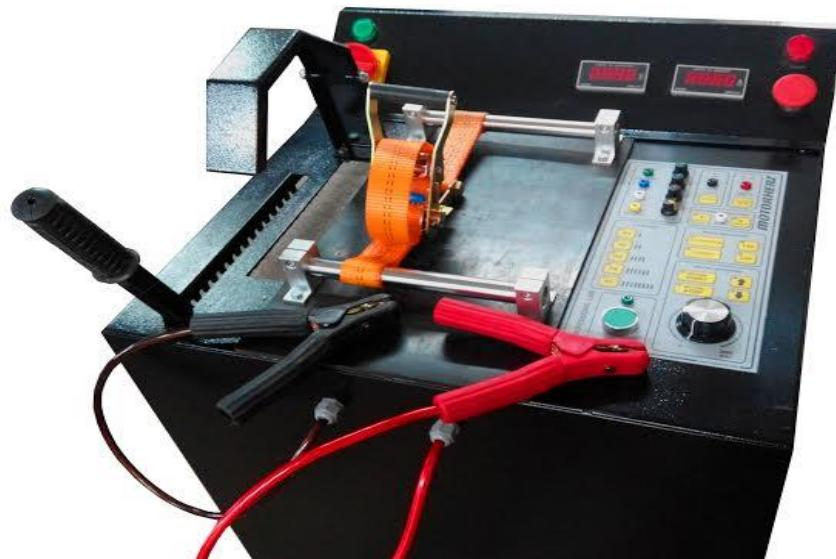

Рисунок 1.
1.4.1 Стенд имеет блочную конструкцию и включает (рисунок 1):
1.4.6 Приборная панель (*рисунок 1*) расположена под углом 35 градусов к верхней плоскости корпуса. На панели размещаются: